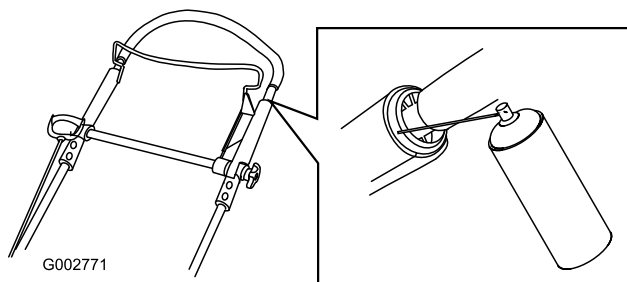

Figura 44
1. Rocíe sobre el extremo de plástico exterior del manillar interior (Figura 44).